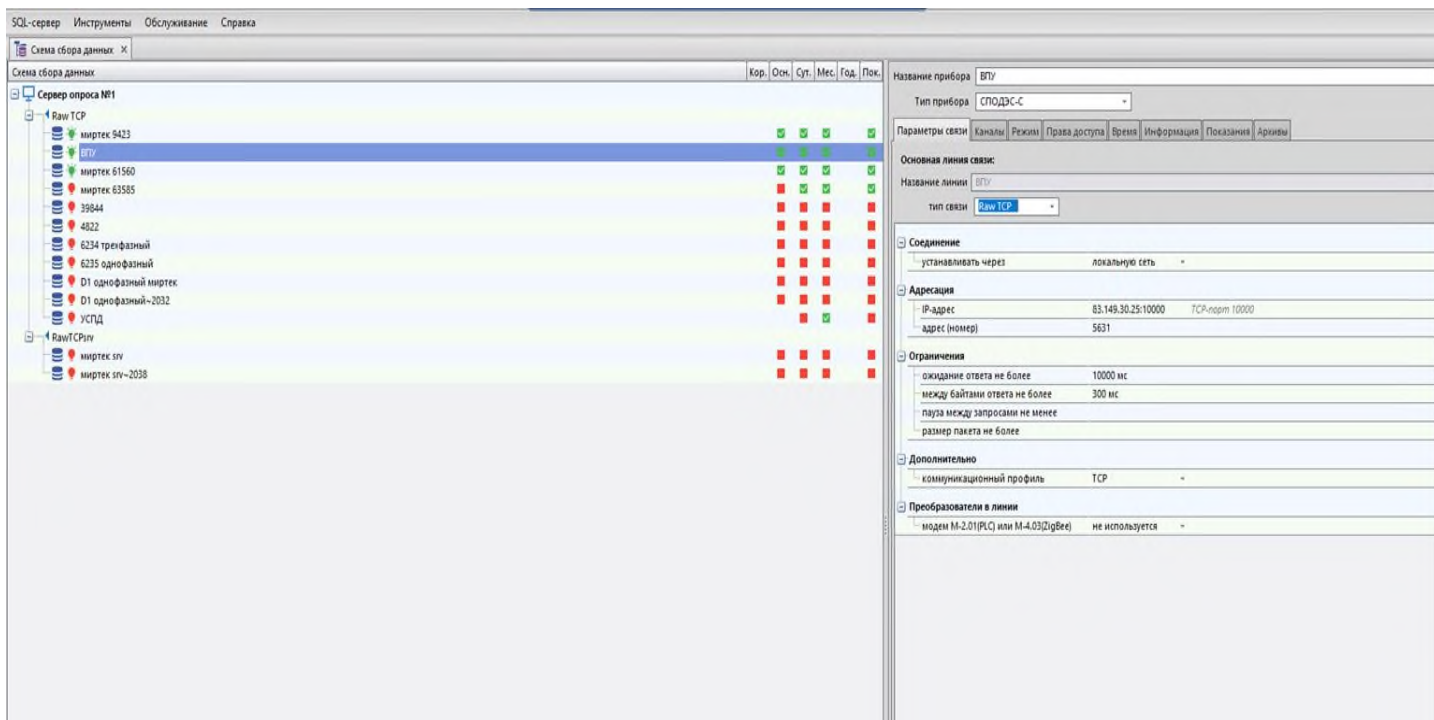

Рисунок 2.2. Пример окна Схема сбора данных.
2.2.1 На *Консоли администратора* выбрать *Инструменты* → *Схема сбора данных*, рисунок 2.2